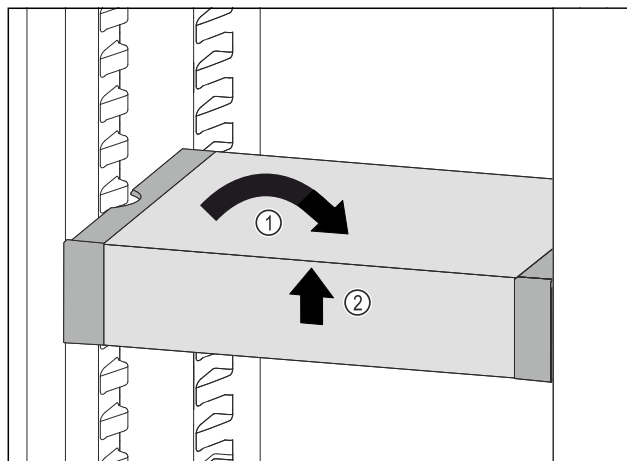

Fig. 129
- Установите VarioSafe прямо. Fig. 129 (1)
- Приподнимите VarioSafe спереди. Fig. 129 (2)